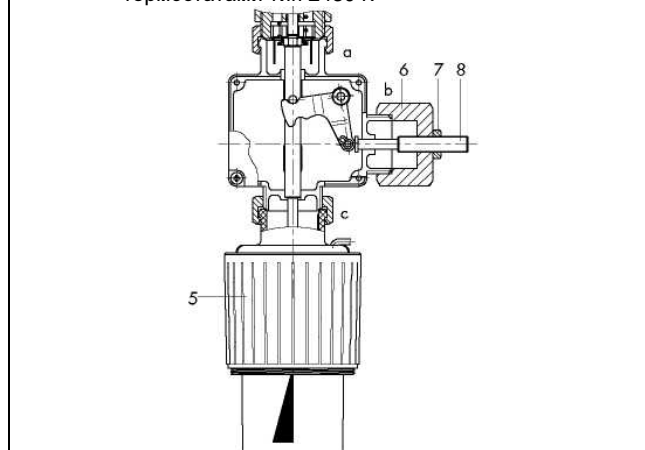

Рис. 4 – двойной подвод Do3 K, термостат тип 2430 K и ручной регулятор
**Двойной подвод Do3 K с ручным регулятором** (рис. 4) – для закрытия клапана вручную или ограничения хода – соединение «с» для регулирующего термостата, соединение «b» для ручного регулятора.
На соединениях «b» и «с» устанавливается дополнительный регулирующий термостат (рис. 4). Ручной регулятор устанавливается, соответственно, на соединении «b».
Ход установленных устройств передаётся напрямую (соединение «с») или при помощи рычага (3) – соединение «b» - на передаточный штифт (4), который перемещает шток конуса (2) и конус. На шток конуса действует, соответственно, устройство с наибольшей величиной хода. Ручной регулятор (рис. 4), таким образом, ограничивает величину хода.